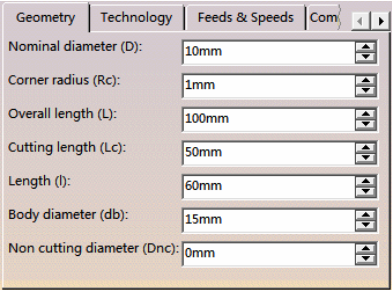

图 7-121 定义刀具参数 (2)
● 单击“More”按钮，单击“Geometry”选项卡，定义刀具参数 (2) 如图 7-121 所示。